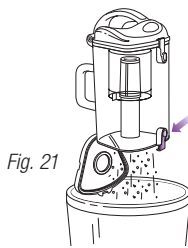

Fig. 21
- 2 Tenez la coupelle à poussière au-dessus de la poubelle, puis enfoncez le bouton de verrouillage du panneau inférieur. **(Fig. 21)** Tapez doucement la coupelle pour la vider. Fermez le panneau en appuyant sur celui-ci jusqu'à ce qu'il s'enclenche.